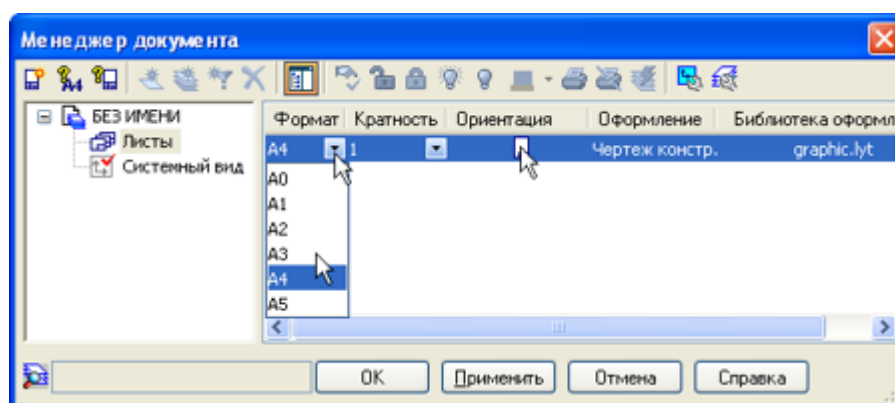

Рисунок 7.
- Щелкните на пиктограмме Ориентация для выбора горизонтальной ориентации листа (рис. 7).